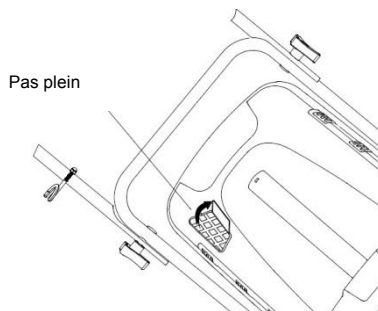

Fig. 14B
- L'indicateur de niveau gonfle si le bac n'est pas plein pendant la tonte. (Fig. 14B)